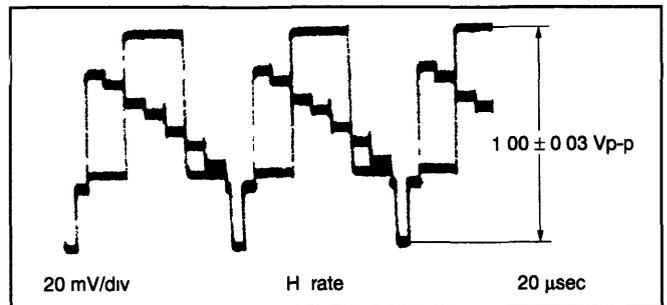

Fig 3-3-6 Nível PB Y
- (1) Conecte o Osciloscópio ao terminal de saída Y
- (2) Entre no modo EVR pressionando a tecla "K" da unidade "presetting" por mais de 2 segundos
- (3) Ajuste para "A 11" pressionando a tecla 1 no controle remoto duas vezes
- (4) Grave um sinal colorbar no modo S-VHS, e reproduza-o
- (5) Pressionando-se a tecla CH "▼" ou "▲", ajuste o nível para 1 00 ± 0 03 V p-p como mostrado na Fig 3-3-6
- (6) Passe o VCR para o modo normal pressionando a tecla "K" da unidade "presetting" novamente, então os dados dos ajustes são memorizados
- (7) Repita os passos de (1) a (6) no modo VHS